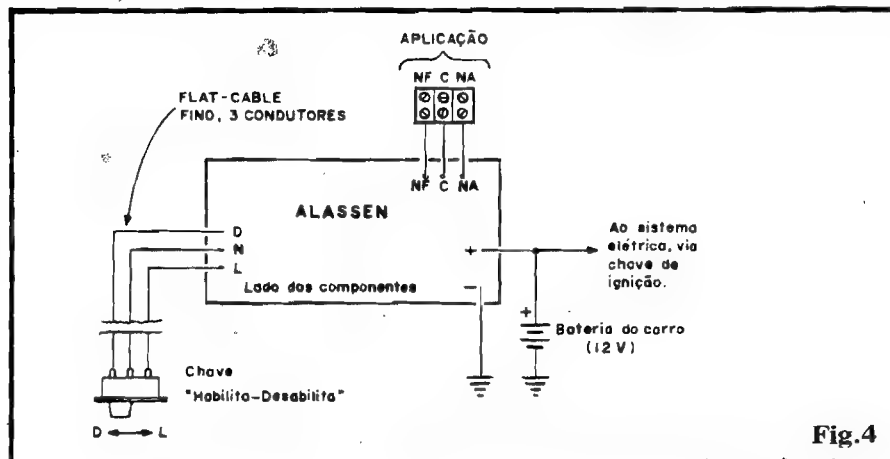
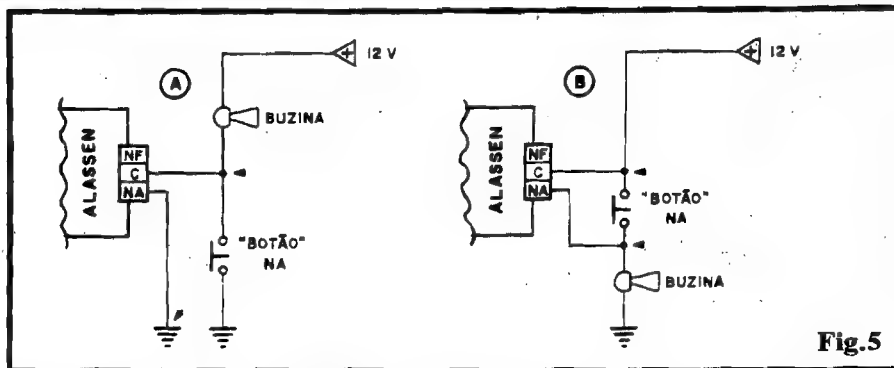

Fig.4
Fig.5
- **FIG. 4 - CONEXÕES BÁSICAS, EXTERNAS À PLACA** - Conforme foi dito, a instalação do ALASSEN é muito simples (e esse foi o próprio requisito básico de criação do projeto...). Inevitavelmente tal proposta determina que as (poucas) conexões externas à placa sejam também simples e diretas... A figura mostra o Impresso ainda pelo lado não cobreado (como na fig. anterior), enfatizando as ligações periféricas... Observar as conexões à chavinha L-D, que podem ser feitas com cabinho fino, isolamento, ou até com um multicabo de três vias, aos pontos D-N-L da placa. As conexões de alimentação (+) e (-) também podem ser feitas com fios finos, já que a Corrente total demandada pelo circuito é muito baixa. Recomenda-se usar a codificação/padrão, de cabo **vermelho** para o **positivo** e **preto** para o **negativo**. Aproveitem para confirmar que a alimentação para o ALASSEN deve ser "puxada" diretamente da bateria, sem a inter-
- **FIG. 5 - A UTILIZAÇÃO DOS TERMINAIS DE SAÍDA** - Feita a (simples) instalação básica, "nos conformes" da fig. 4, resta aproveitar bem os contatos de aplicação do relê... Para o disparo intermitente da buzina, durante a Temporização do ALASSEN, um dos dois métodos propostos na figura (A ou B) deve ser usado... O caso 5-A refere-se à buzina na qual "um lado" do próprio "botão" de acionamento normal encontra-se "aterrado"... As duas setinhas pretas mostram as conexões a serem feitas... Em alguns casos (principalmente com buzinas tipo "sirene eletrônica",